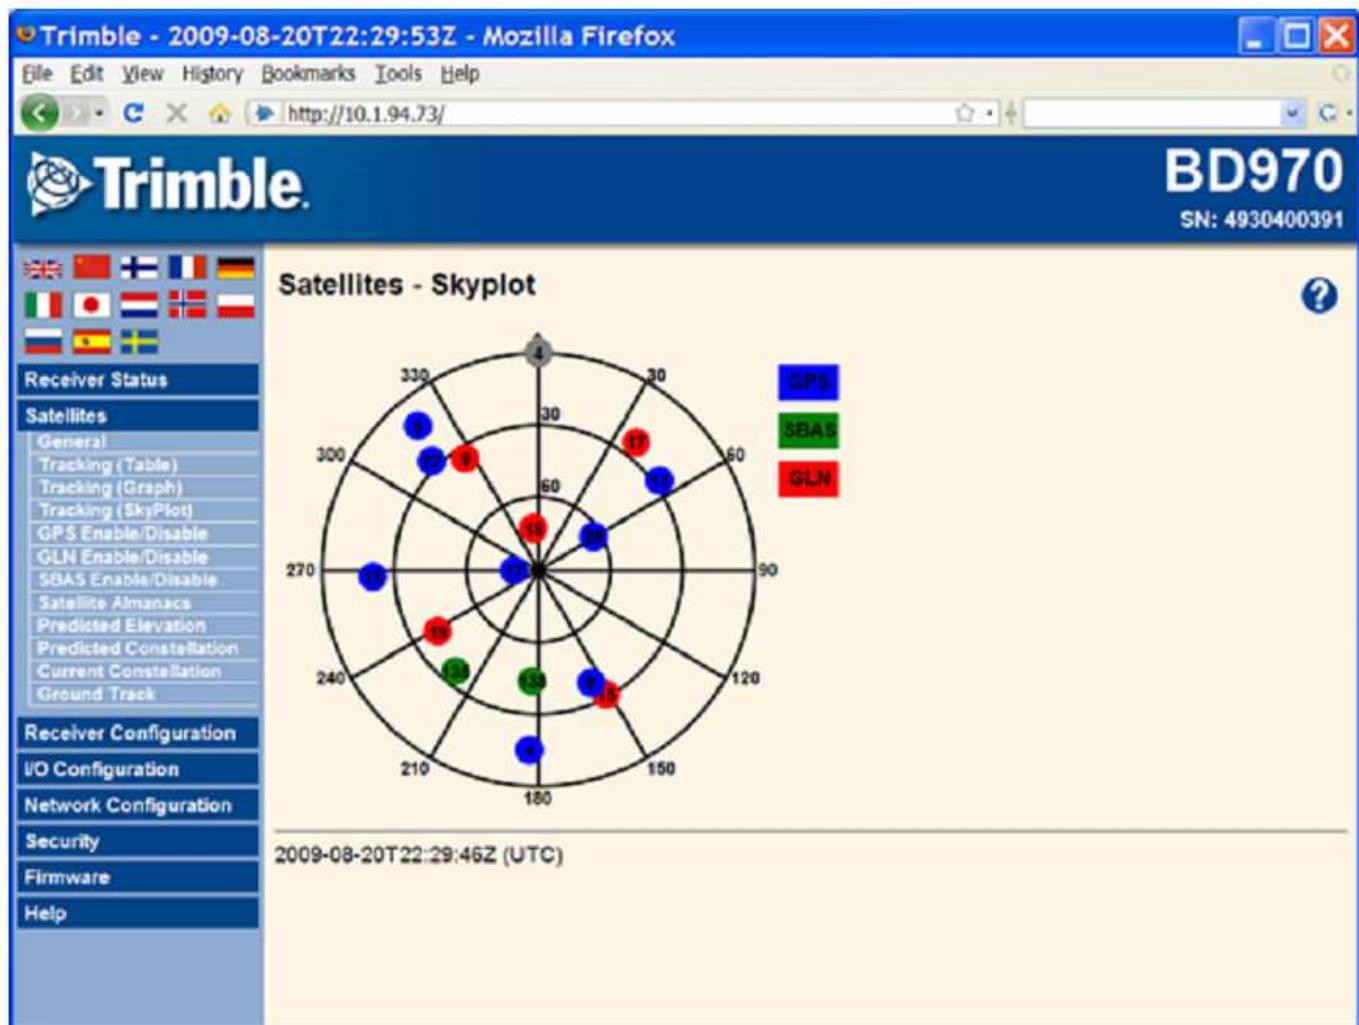

Рисунок 2.5. Спутники.
2.4.5.3 По истечении времени, необходимого для инициализации приемника, в окне «Sateldites» (рисунок 2.5) отобразятся видимые спутники.